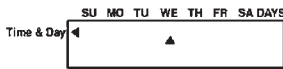

fig.12
- 2) Mouvez-le avec les touches **↓↑** jusqu'au jour courant (fig. 12).